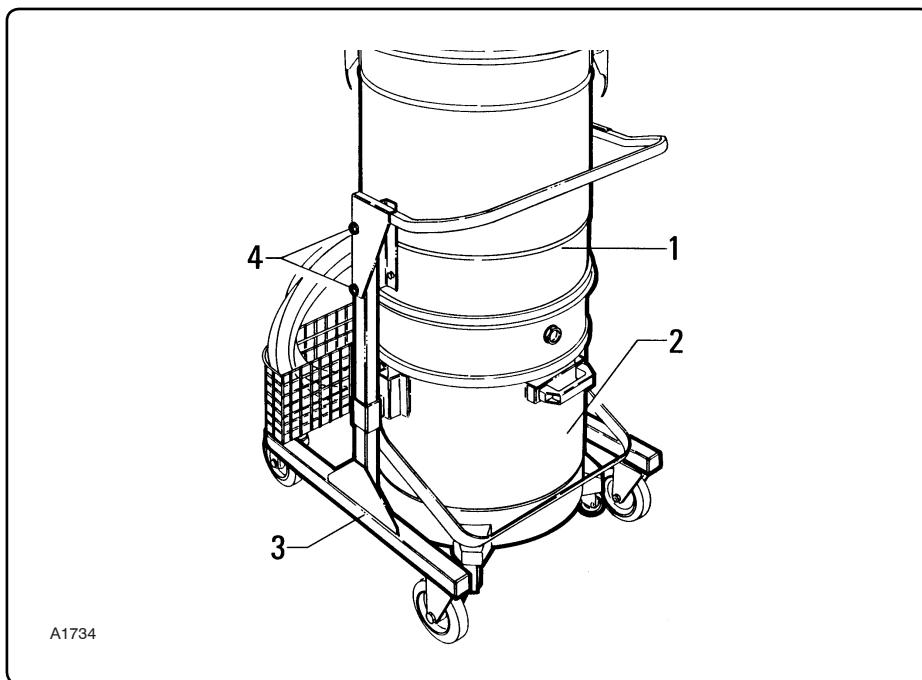

Fig. 7.5.8
7.5.6 - Verifica tenuta camera filtrante (fig. 7.5.8)
7.5.6 - Checking the tightness of the filter chamber (fig. 7.5.8)
7.5.6 - Vérification étanchéité de la chambre filtrante (fig. 7.5.8)
7.5.6 - Controle estanqueidad cámara filtrante (fig. 7.5.8)